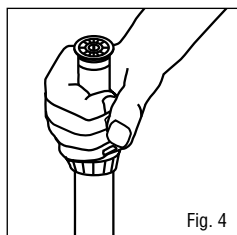

Fig. 4
2. Drehen Sie den Aufsteiger (Fig. 4) zum Ausrichten der rechten Begrenzung des Sprühhogens (wenn Sie hinter dem Sprühhbereich stehen) zum rechten Rand des zu bewässernden Bereichs. Die rechte Begrenzung ist durch einen Punkt gekennzeichnet.